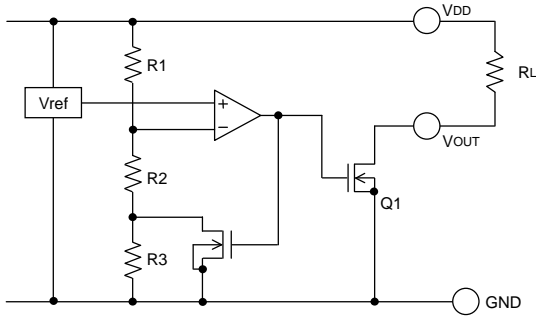
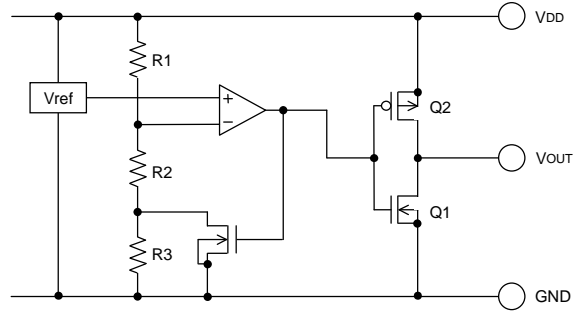

Fig.12(BD48xxx タイプ内部ブロック図)
Fig.13(BD49xxx タイプ内部ブロック図)
オープンドレインタイプ (Fig.12) と CMOS 出力タイプ (Fig.13) 共に、検出電圧及び解除電圧をスレッショルド電圧とし、VDD pin に印加された電圧が各々のスレッショルド電圧に達したとき、VOUT 端子電圧は “H”→“L”、また “L”→“H” に切り換わります。BD48xxx シリーズでは出力形式がオープンドレイン方式であるためプルアップ抵抗を VDD または他の電源との間に接続してください。
入力電源電圧 VDD を SWEEP UP 及び SWEEP DOWN させたときの入力電圧 VDD と出力電圧 VOUT の関係は以下のようになります。(回路は Fig.12,13 です。) 下図の①~⑤について説明します。